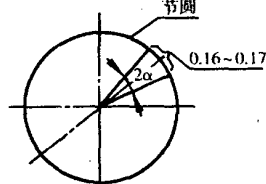

图 4
(1) 影响方位传动精度的链是: 零件加工、装配误差 \rightarrow 方位减速箱的回差 \rightarrow 大齿轮和方位减速箱出轴端齿轮的啮合精度。
(2) 方位减速箱回差 $1'$ (系客户提供)。
(3) 方位减速箱与大齿轮的啮合进行数据分析如下。
① 齿轮的精度为 6 级, 通过 6-Jm (GB10095-88) 标准, 得到设计侧隙为 $0.20\sim 0.25$ mm。
② 为了减少侧隙, 又能保证齿轮啮合, 防止由于温升及油润滑不良而咬死, 故将理论数据实际调整到 $0.16\sim 0.17$ mm。
③ 侧隙的存在, 必然导致回差的存在。进行下列计算 (见图 4):